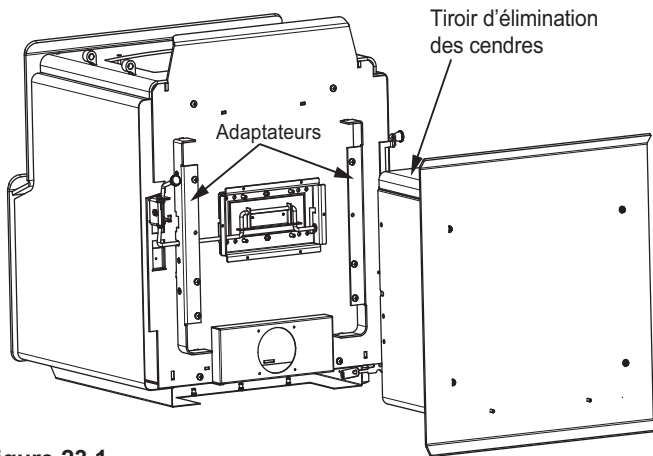

Figure 23.1
2. Glissez le piédestal par-dessus l'adaptateur à la base de l'appareil et fixez avec les boulons de l'écran thermique (Figure 23.1 à la page 23).